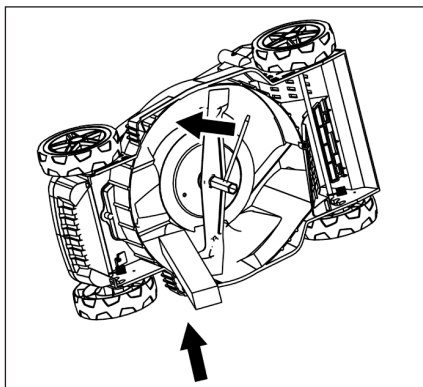

Рис. 10
3. Удерживая нож, с помощью гаечного ключа отсоедините болт крепления ножа и снимите шайбу (рис. 10).